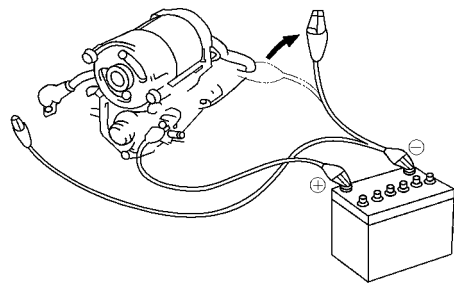

图 6-30 检查离合器小齿轮是否向内缩进
(3) 检查离合器小齿轮返回。将负极 (-) 导线从开关体上脱开，检查离合器小齿轮是否向内缩进，如图 6-30 所示。